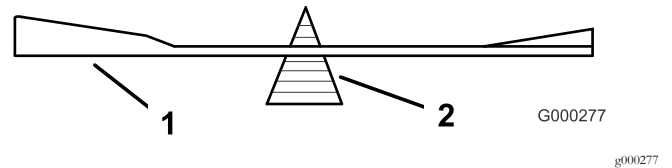
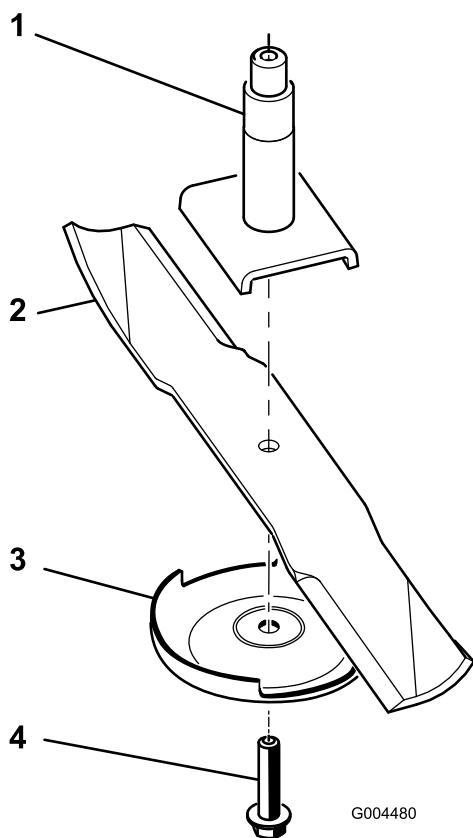

图22
图23
2. 卸掉刀片螺栓、防刮板并从铰轴上取下刀片图23。
2. 将刀片放到刀片平衡器上来检查刀片的平衡图22。如果刀片能够保留在水平位置则证明刀片是平衡的且可以使用。如果刀片不平衡可仅在刀翼区一端研磨掉部分金属图23。重复此程序直至刀片达到平衡。
1. 把刀片安装到铰轴上图23。
2. 安装防刮板和刀片螺栓图23。